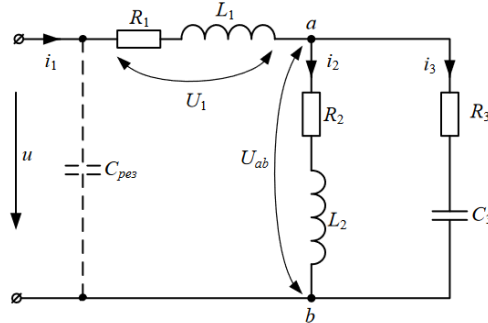

Рисунок 6.1 – Схема для розрахунку
**Задача:** До клем кола (рис. 6.1) підведено змінна синусоїдальна напруга, діюче значення якої  $U = 100$  В при частоті змінного струму  $f = 50$  Гц. Параметри кола мають такі значення:  $R_1 = 1$  Ом;  $R_2 = 2$  Ом;  $R_3 = 10$  Ом;  $L_1 = 3,15$  мГн;  $L_2 = 6,3$  мГн;  $C_3 = 315$  мкФ.